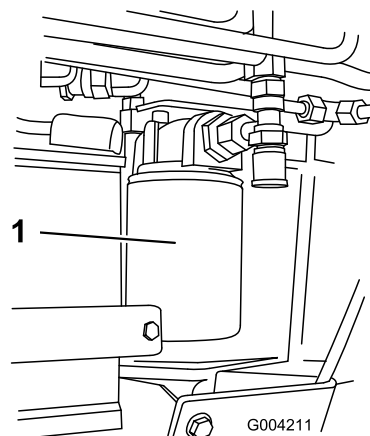

Рисунок 55
4. Поместите под крышку сливной поддон (Рисунок 55).
5. Снимите старый фильтр (Рисунок 55) и на чистую протрите поверхность прокладки адаптера фильтра.
7. Установите новый гидравлический фильтр в адаптер фильтра (Рисунок 55). Поверните гидравлический фильтр по часовой стрелке, пока резиновая прокладка не соприкоснется с адаптером фильтра, после этого затяните фильтр, повернув его еще на 3/4 оборота.